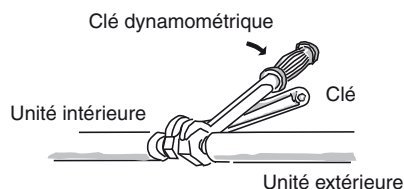

Fig.5-6
- (2) Pour fixer les écrous évasés, appliquez le couple de serrage spécifié.
- Lors du démontage des écrous évasés des connexions de tube, ou lors de leur serrage après la connexion du tube, toujours utiliser 2 clés à molette ou des clés. (Fig. 5-6) Si les raccords coniques sont trop serrés, l'évasement peut être endommagé, ce qui pourrait entraîner une fuite de réfrigérant et provoquer des blessures ou l'asphyxie des occupants de la pièce.